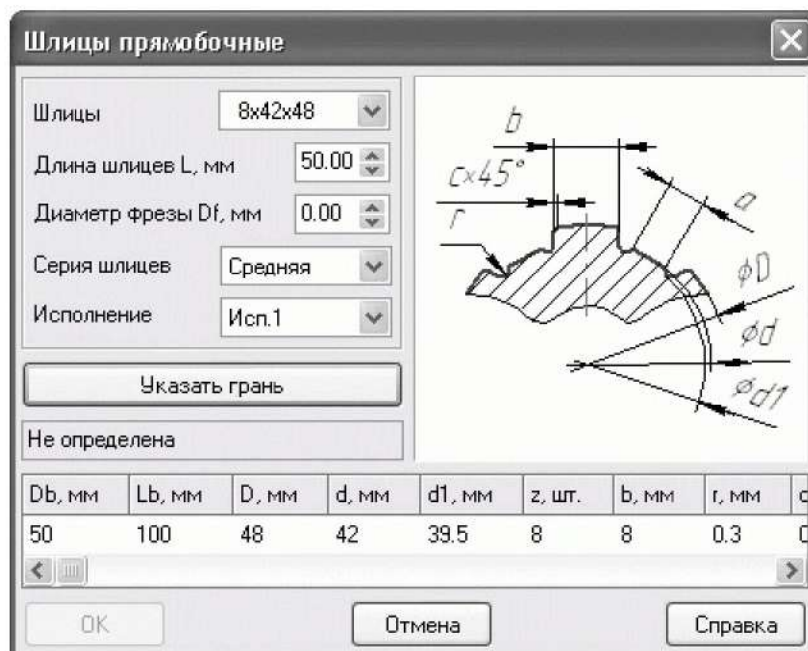

Рисунок 1.8. Диалог Шлицы прямобочные
4. Вернемся к менеджеру библиотек и вызовем команду **Шлицы прямобочные**. Система запросит указать цилиндрическую поверхность, поэтому следует щелкнуть кнопкой мыши на крайней ступени вала справа (той, что длиннее). На экране появится диалог настройки параметров шлицев (рисунок 1.8). Оставим все параметры заданными по умолчанию, кроме длины шлицев, ее установим равной 75 мм.